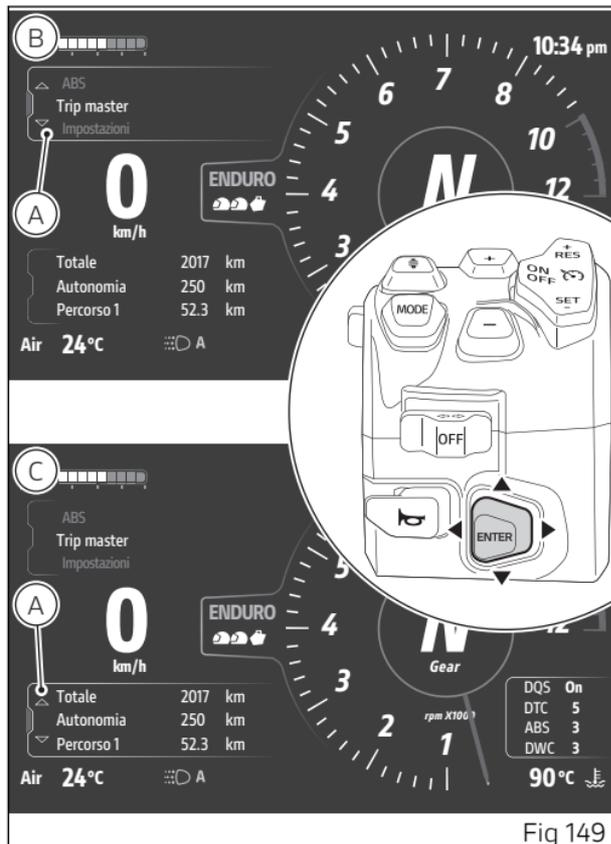

Fig 149
Quando uno dei menu è selezionato, viene indicato con la cornice attiva (A, Fig 149) e il joystick viene utilizzato per la navigazione e interazione del menu.
- se attualmente è selezionato "Interactive menu", tenere premuto a lungo il joystick in posizione ▼ per spostare la selezione su "Info di viaggio" (C, Fig 149);
(B, Fig 149).